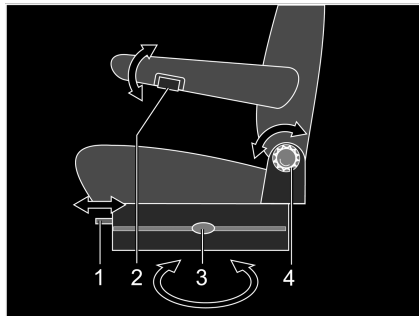
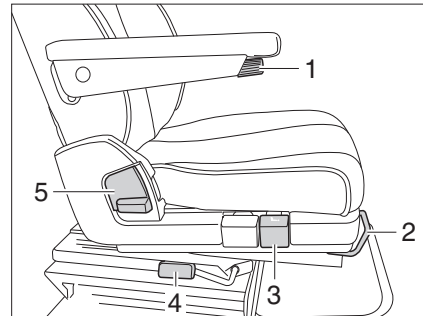

Fig. 69 Asiento del conductor y del acompañante (Aguti)
Fig. 70 Asiento del conductor y del acompañante (ISRI)
- Presionar o tirar la palanca (Fig. 69,3 ó Fig. 70,4) para girar los asientos. El asiento se desbloquea.